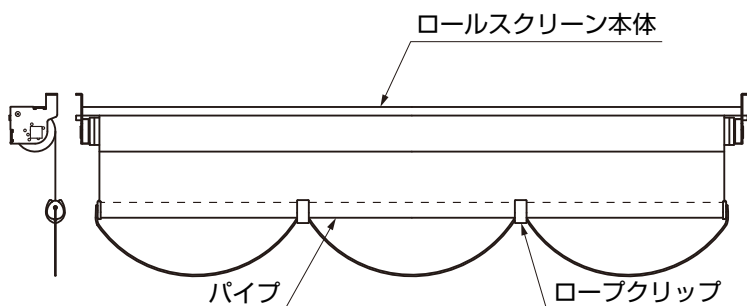

図2-4
- ロールスクリーン本体のロープクリップが、均等にパイプを3等分する位置にとまっていることを確認してください。(図2-4参照)